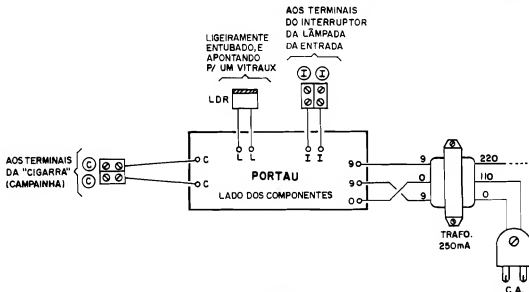

Fig. 5
- FIG. 5 - CONEXÕES EXTERNAS À PLACA - As ligações e componentes "periféricos" têm seu diagrama geral na figura... Observar as ligações do secundário do trafo, obedecendo às posições marcadas com "9-0-9" (e que exigem um "cruzamento" de fios, conforme se vê...). As conexões do primário do trafo ao "rabicho" estão, na figura, con-